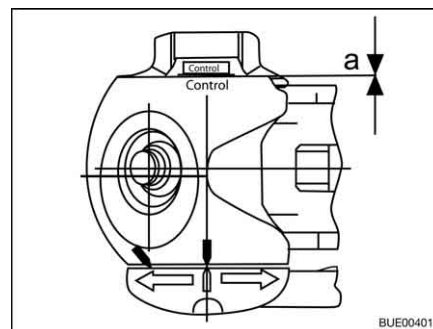

Fig. 207 Control de desgaste
- Distancia  $a = 0$  (Fig. 207): Controlar los forros de fricción y cambiarlos si es necesario.